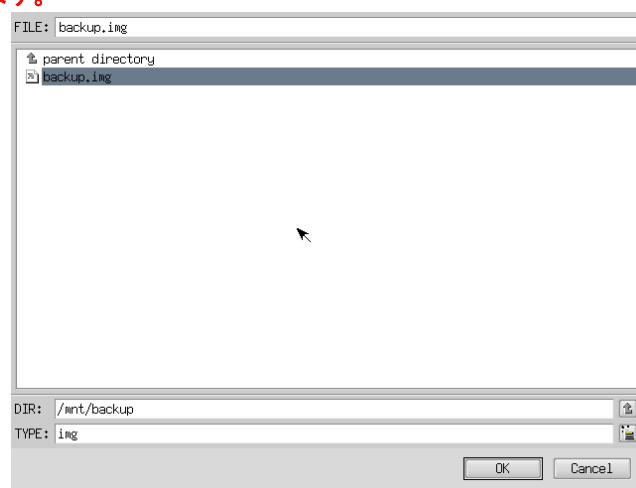

図 5-2-4. ファイル参照画面
- ⑥ ファイル参照画面（図 5-2-4）が表示されます。接続したバックアップ USB のパーティションは、/mnt にマウントされているので、/mnt 以下から目的のファイルを探してください。[OK]を押すとファイル選択画面にもどります。
- ⑦ ファイル参照画面（図 5-2-4）で指定したバックアップファイルが入力されていることを確認します。[次へ]ボタンを押します。